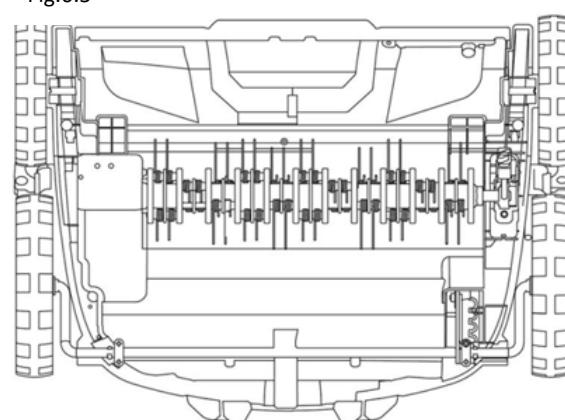

Fig.7
Fije el soporte del cable (11) a la barra superior de la empuñadura en el lado del interruptor (Fig. 7).
Sugerencias para la conexión eléctrica (Fig. 7)
Inserte el enchufe de red del cable de conexión del aparato en el interruptor/enchufe combinado (véase la fig. 7).